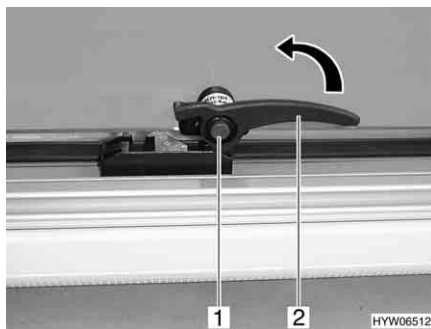

Fig. 58 Leva di serraggio in posizione "Chiuso"
- Premere il bottone di sicurezza (Fig. 58,1) e mantenerlo premuto.
- Ruotare la leva di serraggio (Fig. 58,2) di un quarto di giro verso il centro della finestra.
- In posizione "Completamente chiusa" (Fig. 58)